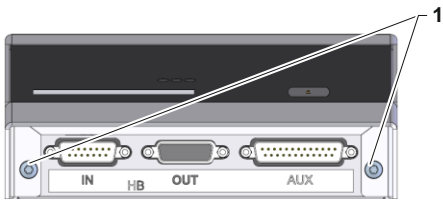

Abb. 4: Frontseite Auswerteeinheit
- Schrauben (Kennzeichnung 1 → Abb. 4) montieren.